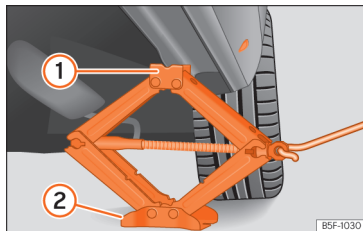

Fig. 191 Longarina: colocação do macaco do veículo.
- Rode a manivela do macaco, colocado por baixo do ponto de apoio da longarina, para levantá-lo até que o ressalto ❶ »» Fig. 191 se encontre por baixo do alojamento previsto.
- Alinhe o macaco de forma a que a patilha ❶ «encaixe» no alojamento previsto da longarina e que a placa base móvel ❷ fique apoiada no chão. A placa base ❷ deve ficar colocada na vertical relativamente ao ponto de apoio ❶.